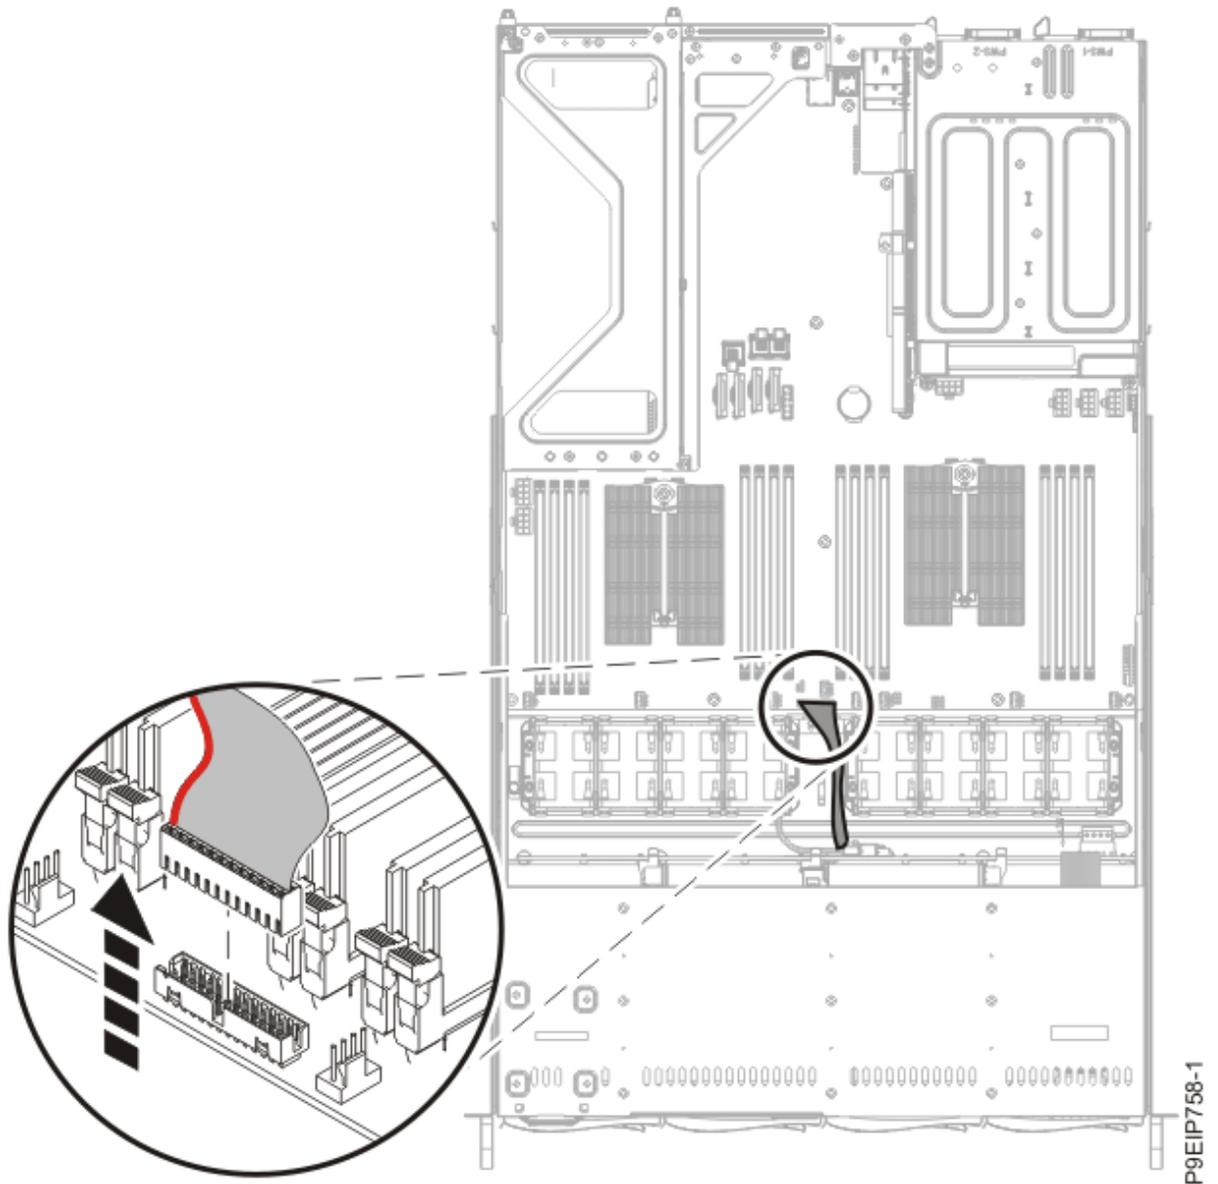

Abbildung 33. Kabel der Steuerkonsole entfernen
11. Entfernen Sie das Kabel der Steuerkonsole von der Systemrückwandplatine (siehe Abbildung 33 auf Seite 39).